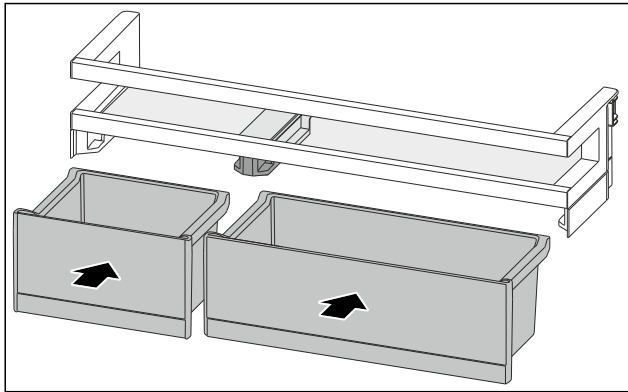

Fig. 185
- ▶ VarioBoxen in getauschter Anordnung einsetzen. (siehe Fig. 185)